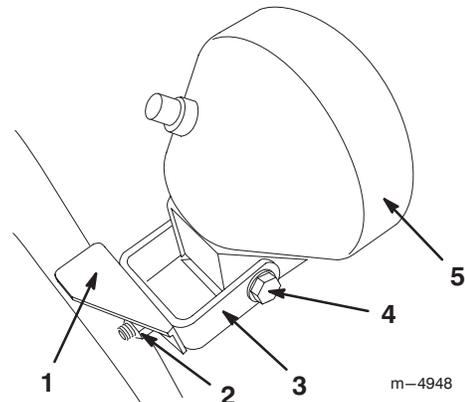

Bild 24
1. Lockern Sie die beiden Muttern an der U-Schraube, mit denen die Scheinwerferhalterung am Griff befestigt ist (Bild 24).